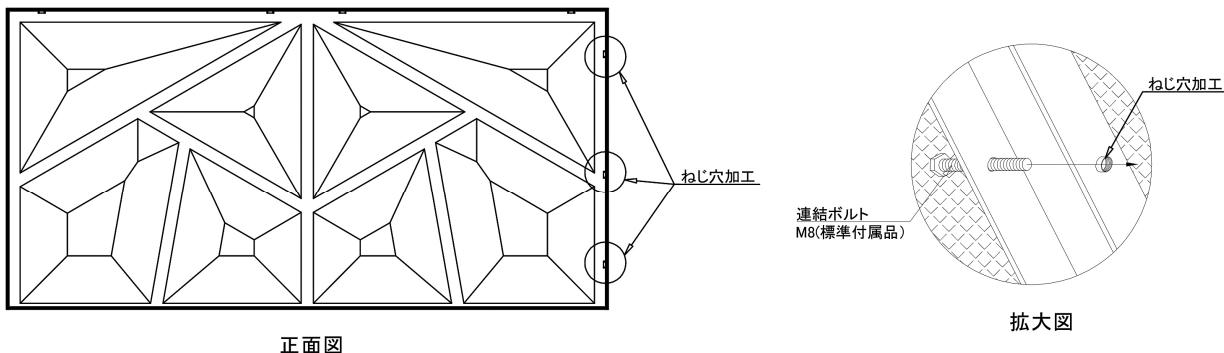

図10. デコメッシュ置くだけタイプ横連結ねじ穴加工位置
- 枠材の一方にねじ穴加工が施されているので六角ナットは不要である（図10）。
- ・ 1回当たりの打設高さは0.5m以下を標準とする(図10)。